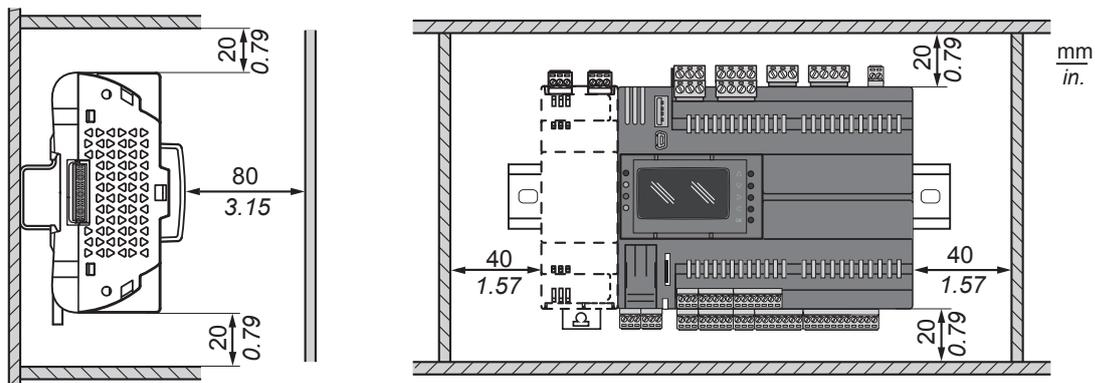

Fig. 6. Distâncias
O controlador para central de compressor **CO2 EWCM 9000 PRO (HF)** foi concebido como produto de classe IP20 e deve ser instalado num invólucro. Quando se instala o produto, devem respeitar-se as distâncias (ver a Fig. 6 na pág. 22).